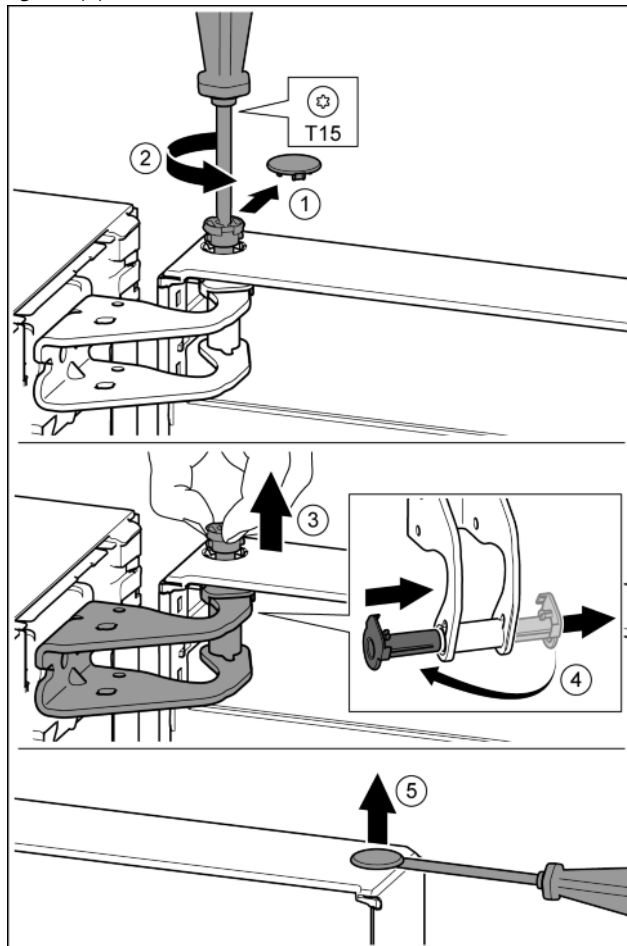

Fig. 11
- ▶ Desprindeți cu precauție capacul de siguranță. Fig. 11 (1)
- ▶ Extrageți puțin bolțul prin rotire cu șurubelnița T15. Fig. 11 (2)
- ▶ Țineți ferm ușa și extrageți bolțul cu degetele. Fig. 11 (3)
- ▶ Extrageți cuzinetul din ghidaj. Introduceți din partea opusă și fixați în poziție. Fig. 11 (4)
- ▶ Ridicați cu precauție dopul din cuzinetul ușii cu o șurubelniță plată și extrageți-l. Fig. 11 (5)